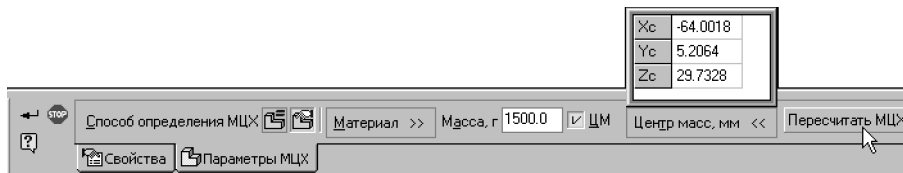

Рис. 94.10. Задание массы и центра масс модели
- ▼ Задание общей массы модели, а при необходимости — и координат центра масс (см. раздел 94.1.2 на с. 96) (рис. 94.10). Если координаты центра масс модели не заданы, то они рассчитываются на основе масс тел, компонентов и истинной общей массы модели. При этом для тех тел, которым не задана собственная плотность, используется справочное значение плотности материала модели.